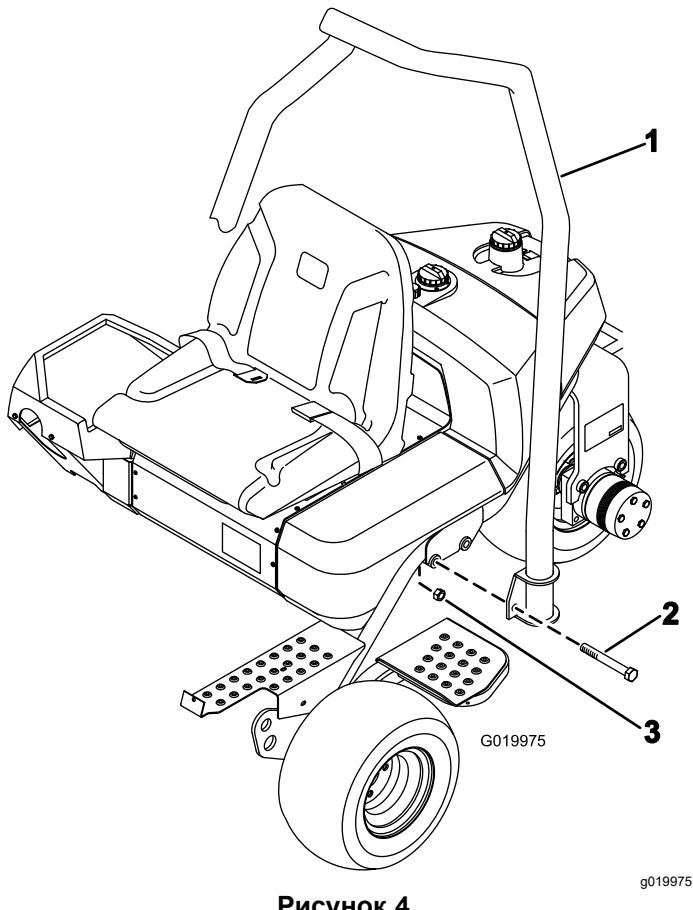

Рисунок 4
- Расположите защитную дугу так, чтобы верхняя часть изгиба трубы была направлена к передней стороне машины (Рисунок 4).
2. Опустите защитную дугу на раму, совместив с монтажными отверстиями (Рисунок 4).
3. Прикрепите каждую сторону защитной дуги к раме 2 болтами ($\frac{5}{8} \times 4\frac{1}{2}$ дюйма) и контргайками, как показано на Рисунок 4.